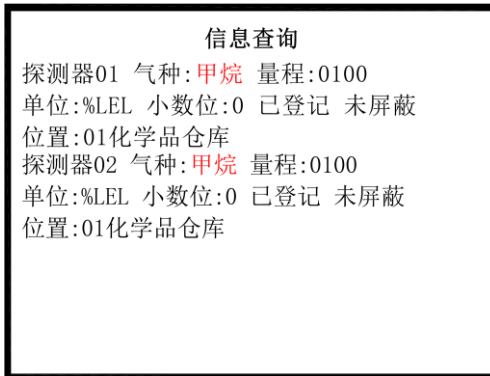

图 5-11
5.10.4 信息查询 按“4”键→请输入密码 000119→确认，查看探测器的信息，按“▲ ▼”键翻页查看。如图 5-11